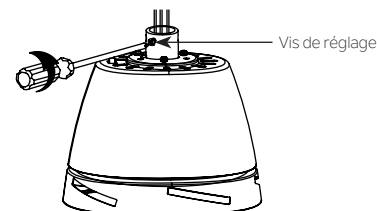

Fig. 9
Étape 4. Desserrer les deux vis de réglage de l'accouplement du moteur (Fig. 9)